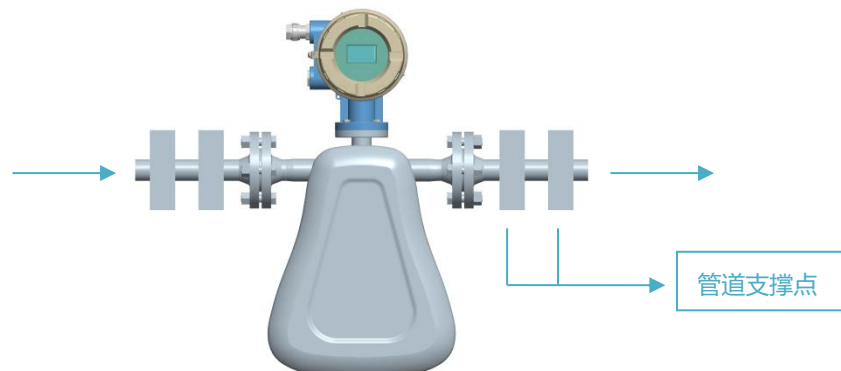

图 2-37
2.2.2.2.1 常规口径：DN10~DN250 (图 2-37)